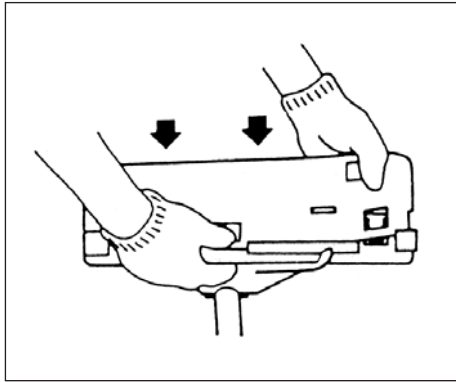

Fig. 1-9
- (En) When using a trimmer head (2) with two piece type blade guard, attach the guard extension to the blade guard. (Fig. 1-9)
- (It) Quando si usa una testina tosaerba (2) con coprilama di tipo di due pezzi, applicare l'allungamento al coprilama. (Fig. 1-9)
- (Sp) Cuando use el cabezal recortador (2), con el protector de cuchilla tipo de dos piezas, conecte el protector de extensión al protector de cuchilla. (Fig. 1-9)
- (Fr) Lorsque l'on utilise une tête de coupe à fil nylon (2) avec un carter de protection du type en deux parties, veuillez fixer l'extension du carter de protection sur le carter lui-même afin de relever sa jupe latérale. (Fig. 1-9)
- (Ge) Bei Einsatz eines Trimmerkopfes (2) mit Doppelstückmesserschutz die Schutzverlängerung am Messerschutz befestigen. (Fig. 1-9)
- (Sw) Vid användning av trimmerhuvudet (2) försett med tvådelat klingskydd skall skyddsförlängningen fästas vid klingskyddet. (Fig. 1-9)